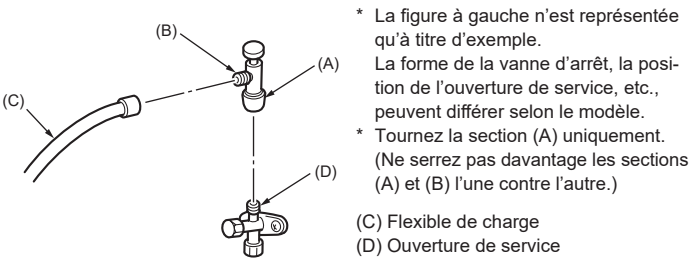

Fig. 4-7
(1) Retirez le bouchon, et tournez la tige de soupape à fond dans le sens antihoraire avec une clé hexagonale de 4 mm (5/32 pouce). Arrêtez de tourner quand elle frappe la retenue. (ø9,52, 3/8 pouce: env. 10 tours)
(2) Vérifier que la vanne d'arrêt est complètement ouverte et tourner le capuchon pour le ramener sur sa position d'origine.
- Précautions à prendre lors de l'utilisation de la soupape de charge (Fig. 4-7)**